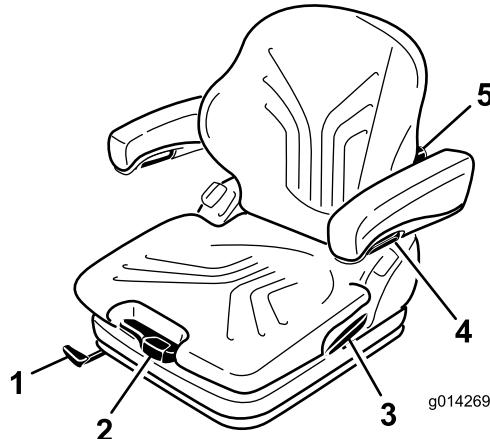

Figure 22
Le siège est réglé pour le poids du conducteur en tirant ou en poussant le levier de réglage correspondant (Figure 22).
1. Levez le levier pour débloquer et régler le siège (Figure 22).
En tournant le bouton vers le bas, vous pouvez régler le renflement de la partie inférieure du dossier (Figure 22).
Pour régler la hauteur des accoudoirs, séparez le cache rond (Figure 22) du couvercle, desserrez l'écrou hexagonal (13 mm) qui se trouve derrière, réglez les accoudoirs à la position voulue puis resserrez l'écrou. Replacez la cache sur l'écrou.
Pour régler l'angle des accoudoirs, tournez le bouton de réglage (Figure 22).
Tirez sur le levier pour libérer le verrou du dossier (Figure 22). Lorsque le verrou est libéré, ne vous appuyez pas contre le dossier.